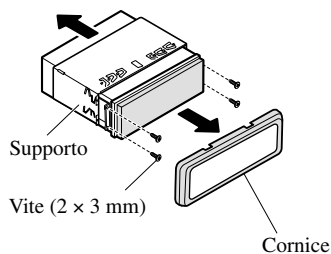

Fig. 12
- **Rimuovere la cornice ed il contenitore di supporto. (Fig. 12)**